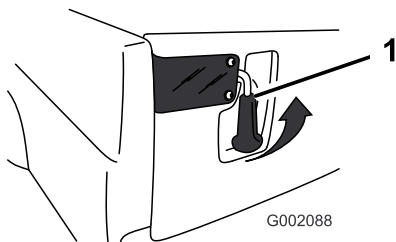

Bild 29
1. Heben Sie die Riegelgriffe an, um die Riegel an der hinteren Bordwand zu öffnen (Bild 29). Diese schnappen dann in Richtung der Mitte der hinteren Bordwand aus. Senken Sie die hintere Bordwand langsam ab.